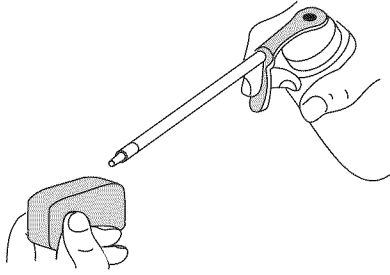

Fig. 16
- Aplice suficiente aceite limpio de motor SAE 30 para recubrir ligeramente el filtro (Fig. 16).